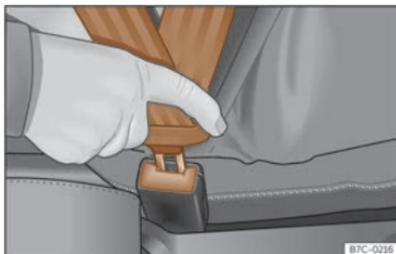

Fig. 18 Inserire la linguetta della cintura di sicurezza nella relativa chiusura.
- Incastrare la linguetta nella chiusura del relativo sedile >>> **fig. 18**.